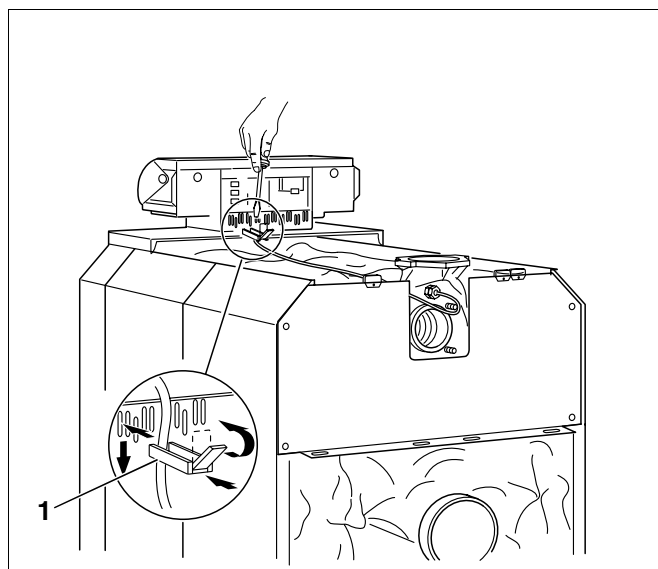

Fig. 64 Festing av elektriske forbindelsesledninger
- Sett kabelklemmene med ilagt ledning inn i klemmerammen og sikre dem ved å vri spaken rundt (Fig. 64, **Pos. 1**).